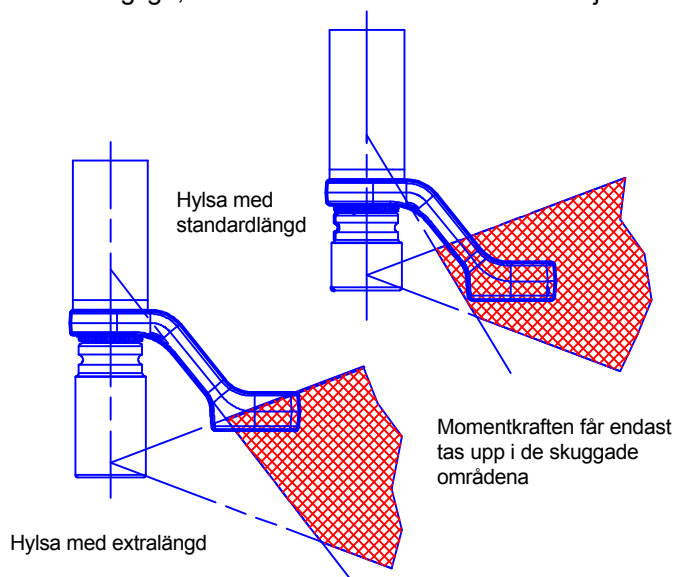

Bild 3 – Säkert mothåll.
**VARNING: DU MÅSTE SÄKERSTÄLLA ATT MOTHÅLLSARMEN ENDAST VERKAR INOM DET OMRÅDE SOM VISAS I BILD 3.**
Vid specialtillämpningar eller om extra djupa hylsor erfordras kan standardarmen förlängas men endast inom det område som visas i bild 3.
**VARNING: UNDERLÅTENHET ATT FÖLJA BEGRÄNSNINGARNA SOM ANGES I BILD 3 VID ÄNDRING AV STANDARDMOTHÅLLSARMAR KAN MEDFÖRA ONORMALT SLITAGE ELLER SKADA VERKTYGET.**